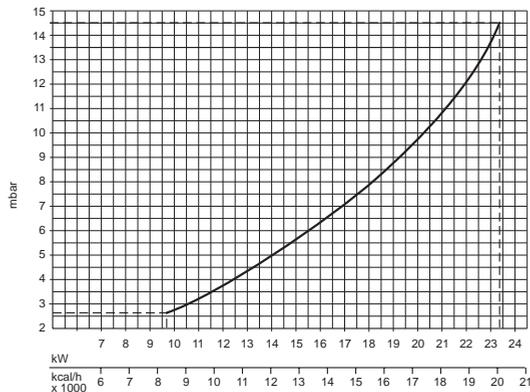

Fig. 4
**N.B.** - Le pressioni gas al bruciatore e le portate gas nella **fase di riscaldamento impianto** indicate in tabella si riferiscono alla **potenza nominale della caldaia**: volendo ridurre tale potenza (ove possibile), è necessario diminuire la pressione del gas fino alla potenza minima (vedere i diagrammi di fig. 4 e 5).